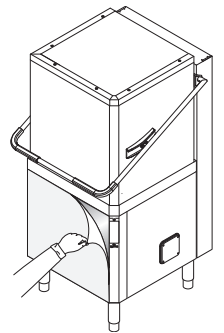

图 7 拆除包装薄膜
- 小心从外板取出保护膜，但不要将其撕破，以免留下胶水痕迹（图 7）。